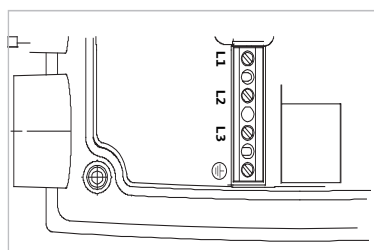

Fig. 24: Bornes de puissance (bornes de raccordement réseau)
- Bornes de puissance (bornes de raccordement réseau) (fig. 24)